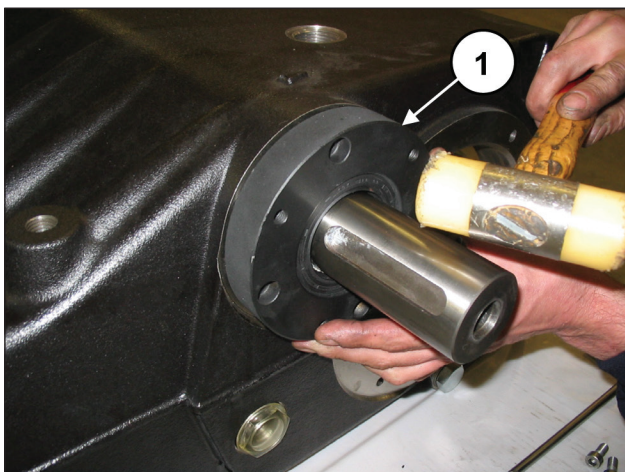
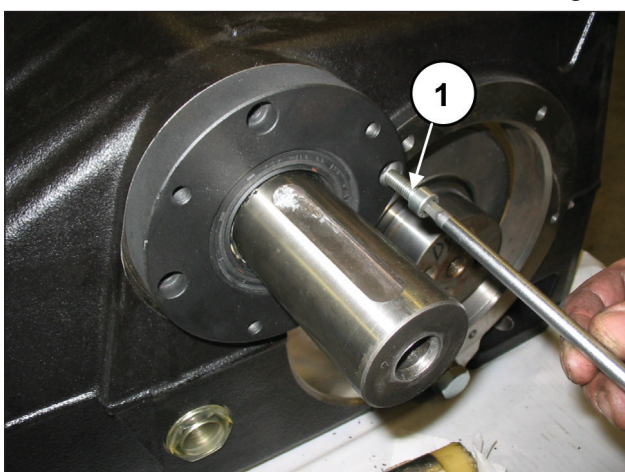

Fig. 68
Fig. 69
Montare un primo coperchio cuscinetto PTO (destra o sinistra) completo di paraolio al carter pompa mediante l'utilizzo dell'attrezzo cod. 27539500 (pos. ①, Fig. 68) e fissarlo mediante 4 viti M8x30 (pos. ①, Fig. 69).
Montare il coperchio cuscinetto PTO mancante sul carter pompa (pos. ①, Fig. 68) e fissarlo mediante 4 viti M8x30 (pos. ①, Fig. 69).